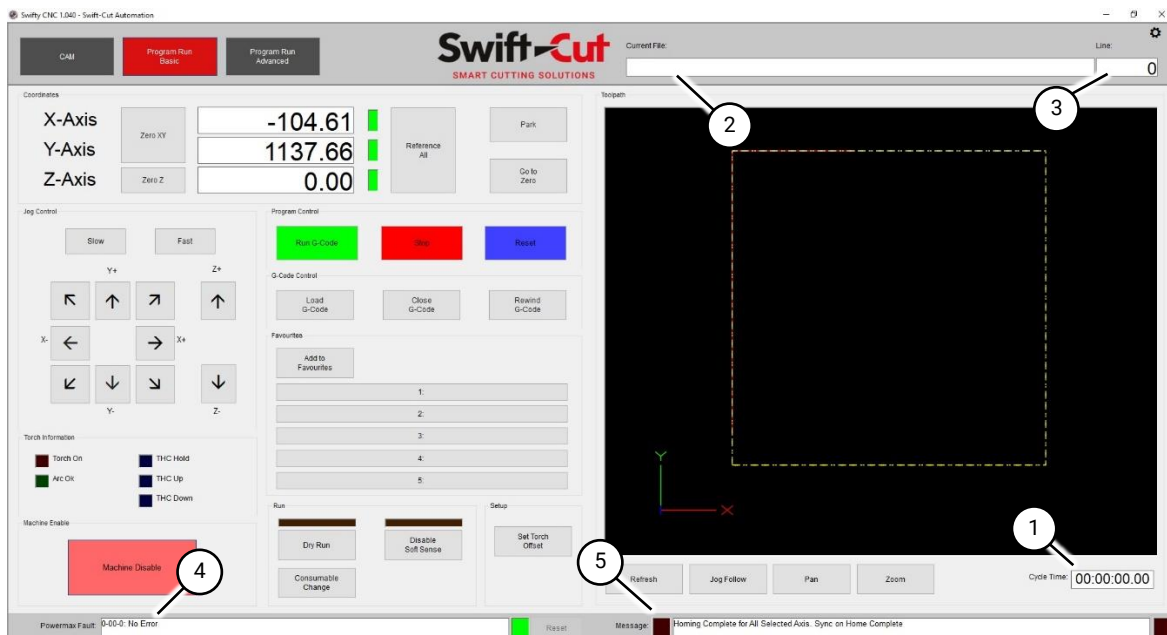

Fig 60 Informations sur le système
1. Les informations système sont affichées dans différents champs d'information à l'écran (Fig 60). Les informations fournies sont les suivantes :
1.1 Temps de cycle (Fig 60 (1)) - Indique le temps de découpe actuel.
1.2 Fichier courant (Fig 60 (2)) - Affiche le fichier actuel.
1.3 Ligne (Fig 60 (3)) - Indique quelle ligne du G-Code est en cours d'exécution.
1.4 Erreur Powermax (Fig 60 (4)) - Affiche les codes d'erreur éventuels de la source de plasma (Sources de plasma hyperthermique seulement).
1.5 Message (Fig 60 (5)) - Messages d'information générale.